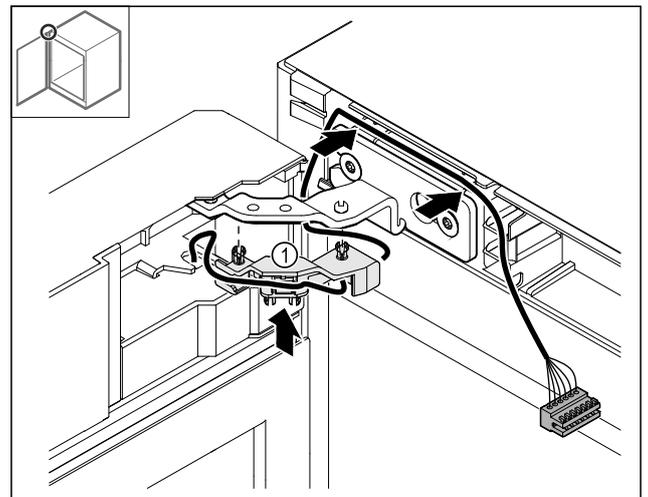

Fig. 50
- ▶ Kabelhalterung Fig. 50 (1) ins Scharnier drücken.